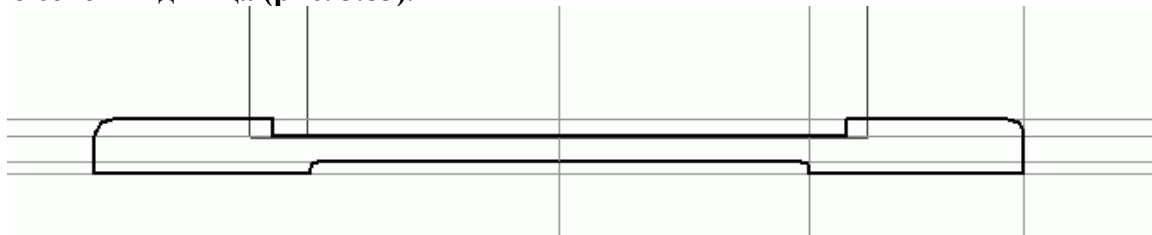

Рис. 3.83. Эскиз сечения днища корпуса
21. Отталкиваясь от точек пересечения вспомогательных линий и используя команду **Непрерывный ввод объектов** панели **Геометрия**, постройте контур поперечного сечения днища (рис. 3.83).